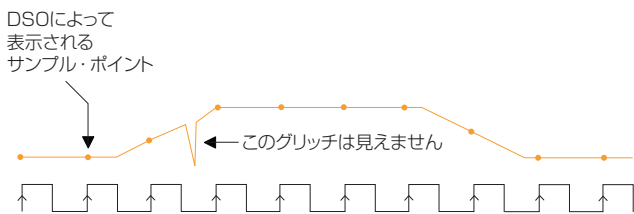

図23. サンプル・レートは、時間軸の設定によって変化する。時間軸を遅く設定するとサンプル・レートも遅くなる。ピーク・ディテクト・モードを備えたデジタル・オシロスコープの中には、掃引速度が遅くても速い変化を捉えられるものがある
- ピーク・ディテクト・モード：オシロスコープは、2つの波形インターバルの間に取込んだ複数のサンプル・ポイントから最大と最小のサンプル・ポイントを保存し、この2ポイントを2つの波形ポイントとして使用します。ピーク・ディテクト・モードを備えたデジタル・オシロスコープは、ゆっくりとした時間軸設定（つまり、長い波形インターバル）の場合でもA/Dコンバータは高速で動作していますので、波形ポイント間に発生する、サンプル・モードでは決して取込めないような高速な信号の変化でさえ捉えることができます（図23）。ピーク・ディテクト・モードは、発生間隔が離れた、幅の狭いパルスを捉えるのに特に有効です（図24を参照）。